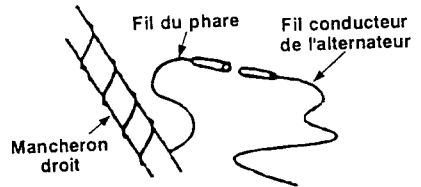

FIGURE 13
1. Enroulez le fil du phare autour du mancheron droit jusqu'à ce que le fil puisse être branché dans le fil conducteur de l'alternateur, sous le réservoir d'essence. Voir la figure 13.